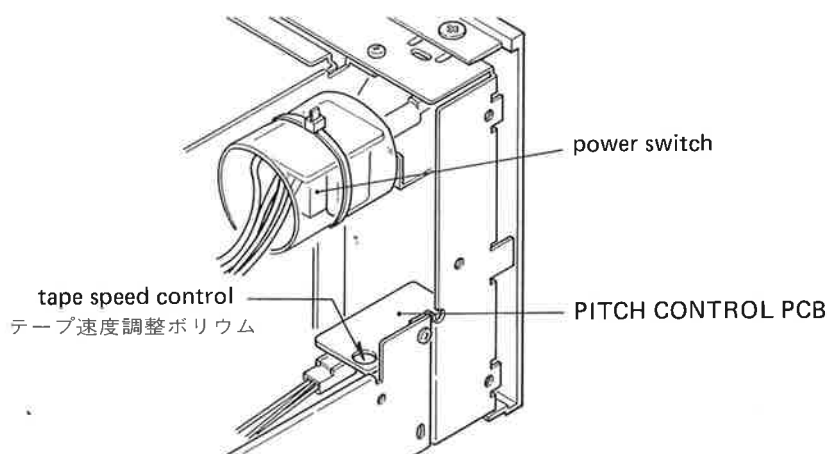

Fig. 4-8
- c) Adjust the trim pot R571 (refer to fig. 4-8) provided on the rear side of the PITCH CONTROL using a small "—" driver with the handle completely insulated from the blade to obtain a 3000 Hz $\pm$ 5 Hz reading on the frequency counter.
- c. 周波数カウンタが3000Hz $\pm$ 5Hzを示すようにピッチ・コントロールの裏側にある半固定抵抗 R571 (図4-8) を回して調整する。調整には柄が刃先から完全に絶縁されている小型マイナス・ドライバを用いること。